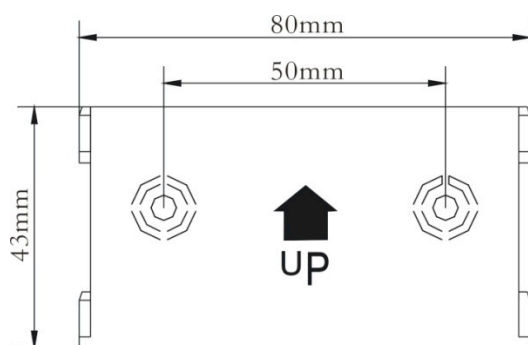

Figure 4
- ▶ Poser la plaque contre le mur et marquer la position des trous de fixation (repérer la partie haute et basse de la plaque). Voir Figure 4.